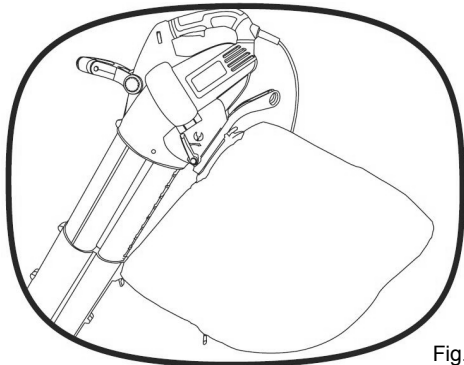

Fig. 5
2. Assurez-vous que le sac de collecte est fixé. Voir Fig. 5.